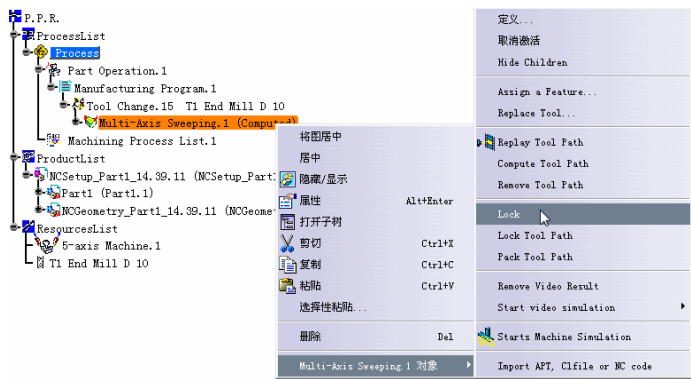

图 4-27 锁紧刀具路径
1) 刀具路径锁定。在特征树中右击“Multi-Axis Sweeping.1 (Computed)”节点，在弹出的快捷菜单中选择“Multi-axis Sweeping.1”→“Lock”命令，锁紧刀具路径，如图 4-27 所示。